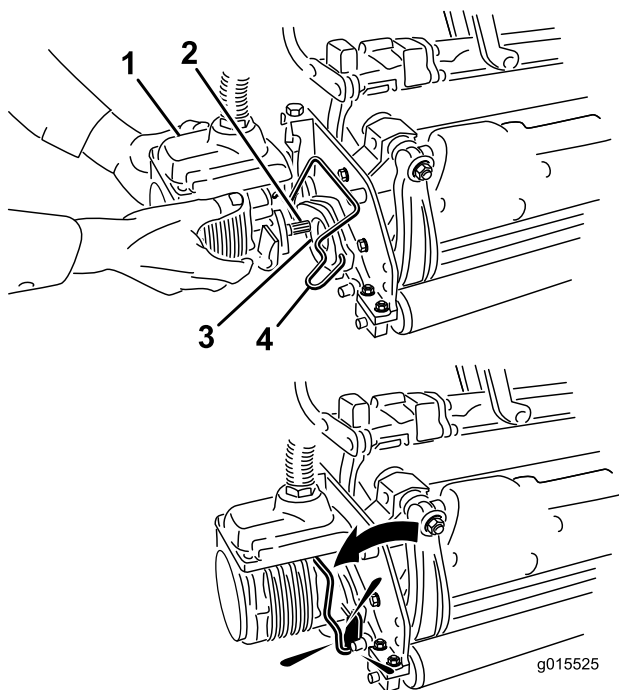

Bild 14
11. Schmieren Sie Keilwelle des Mähwerkmotors mit sauberem Schmiermittel ein (Bild 14).
12. Setzen Sie den Motor in die linke Seite des Mähwerks (aus Sicht der Bedienerstellung) und ziehen Sie die Motorbefestigungsstange am Mähwerk zum Motor, bis Sie einen deutlichen Klicken von beiden Seiten des Motors hören (Bild 14).